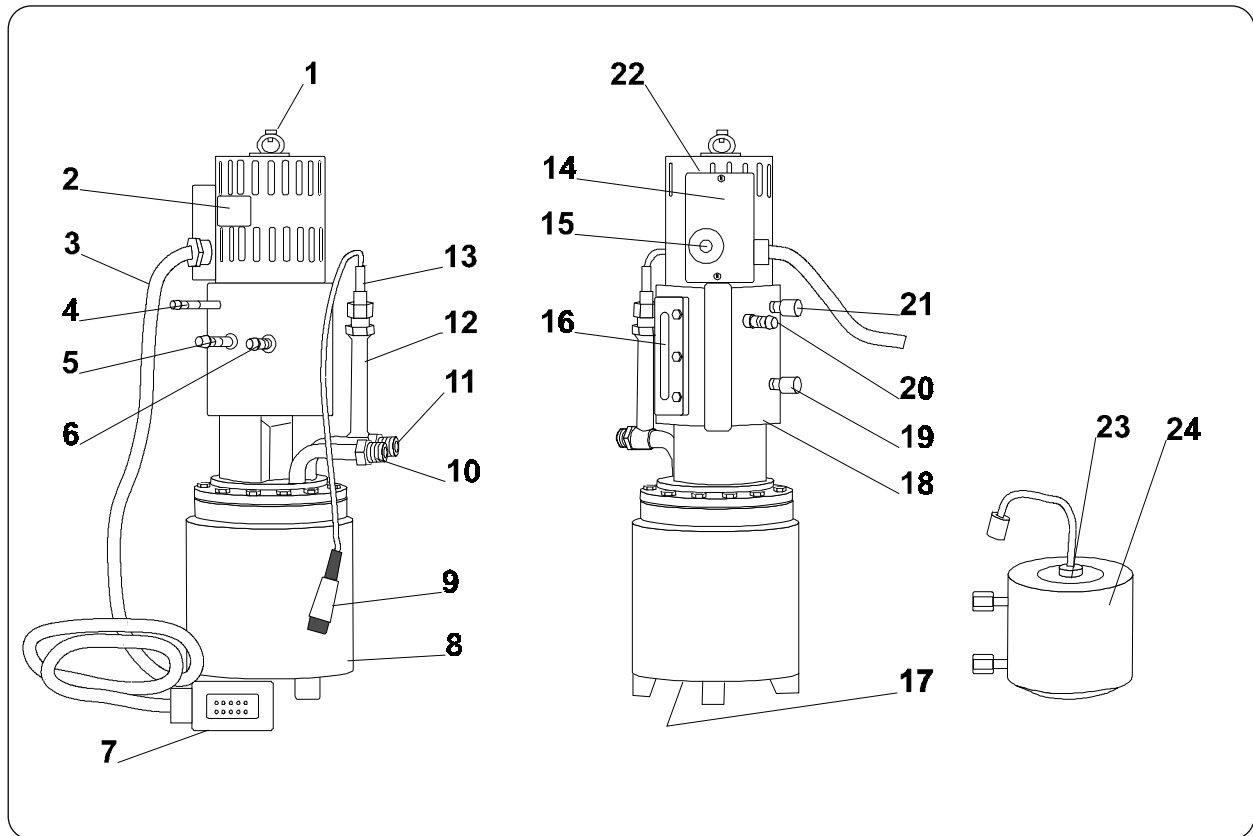

Bild 3
- Wärmeträgerflüssigkeitsanschluß (11) (Druckseite) mit unterem Wärmeträgerflüssigkeitsanschluß des Rezipienten verbinden
- Wärmeträgerflüssigkeitsanschluß (10) Rücklauf mit oberem Wärmeträgerflüssigkeitsanschluß des Rezipienten verbinden
- Temperaturfühler (13) aus Aufnahmerohr(12) herausrauben (siehe Seite 7, Bild 3)
- mitgelieferten Trichter in Aufnahmerohr(12) einführen
- Wärmeträgerflüssigkeit vorsichtig einfüllen, bis es in der Mitte des Schauglases (16) sichtbar ist
- Temperaturfühler (13) in Aufnahmerohr(12) einschrauben
- Schlauch auf Überlauf (20) aufschieben
- Öl bis Mitte Füllstandsanzeige (16) nachfüllen
Siehe hierzu Bild 3, Seite 7